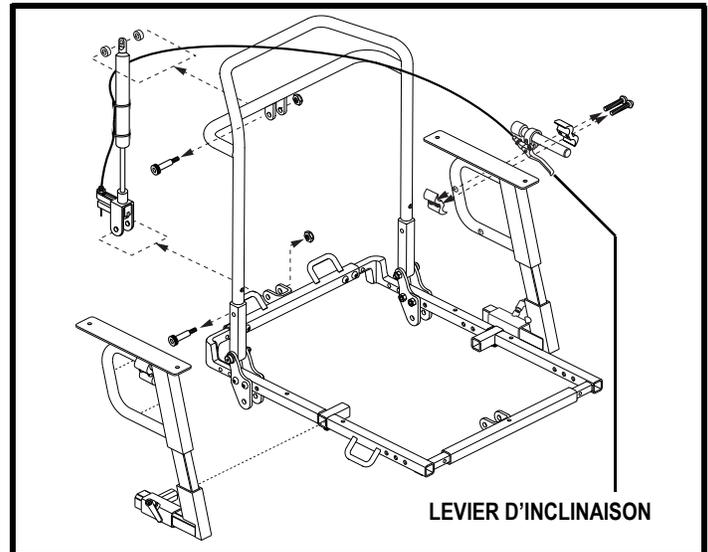

Figure 16. Ajustement manuel de l'angle d'inclinaison du dossier
1. Asseyez-vous avec le dos fermement sur le dossier et appuyez sur le levier d'inclinaison qui est installé sur l'accoudoir. Voir la figure 16.